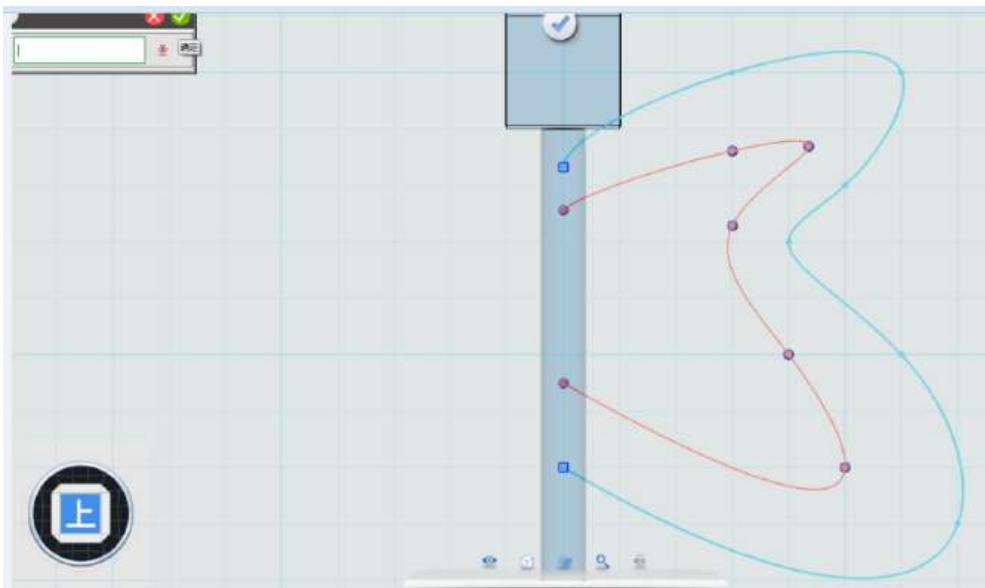

图 1-5
Step 5 继续绘制第二条曲线草图，如下图 1-5 所示：